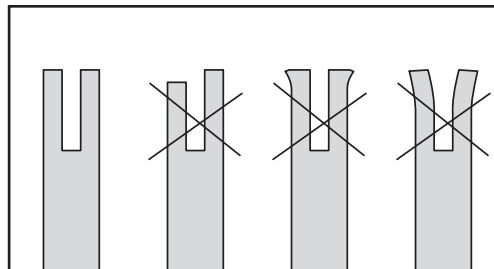

Fig. 39
5. Verifique regularmente a ranhura da guia quanto a desgaste anormal. Ambos os lados da ranhura devem permanecer à mesma altura quando vistos ao longo da extremidade da mesma. Um desgaste anormal, conforme ilustrado na Fig. 39, indica que a guia tem de ser substituída.